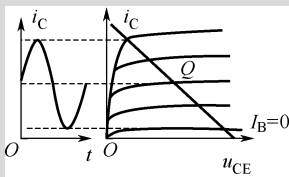

图 5-8 甲类
(1) 甲类: 静态工作点在负载线的中间,  $Q$  点在三极管的放大区, 如图 5-8 所示。甲类工作状态失真小, 静态电流大, 管耗大, 效率低。